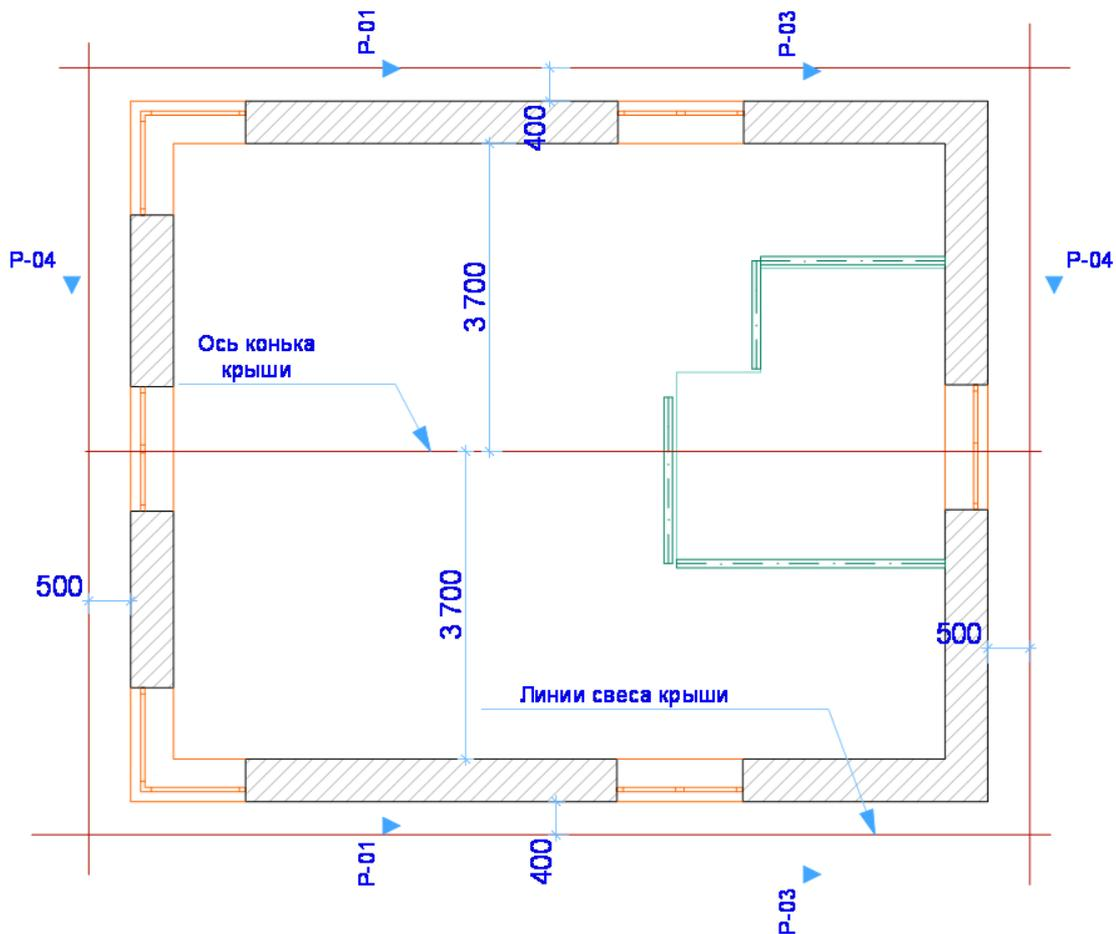

Рис. 3.1. Отрисовка вспомогательных линий для конька крыши и свеса крыши.
1. В 2D окне установить второй этаж. Провести осевую линию расположения конька крыши на расстоянии 3700мм от внутренней поверхности боковой стены (рис. 3.1.).